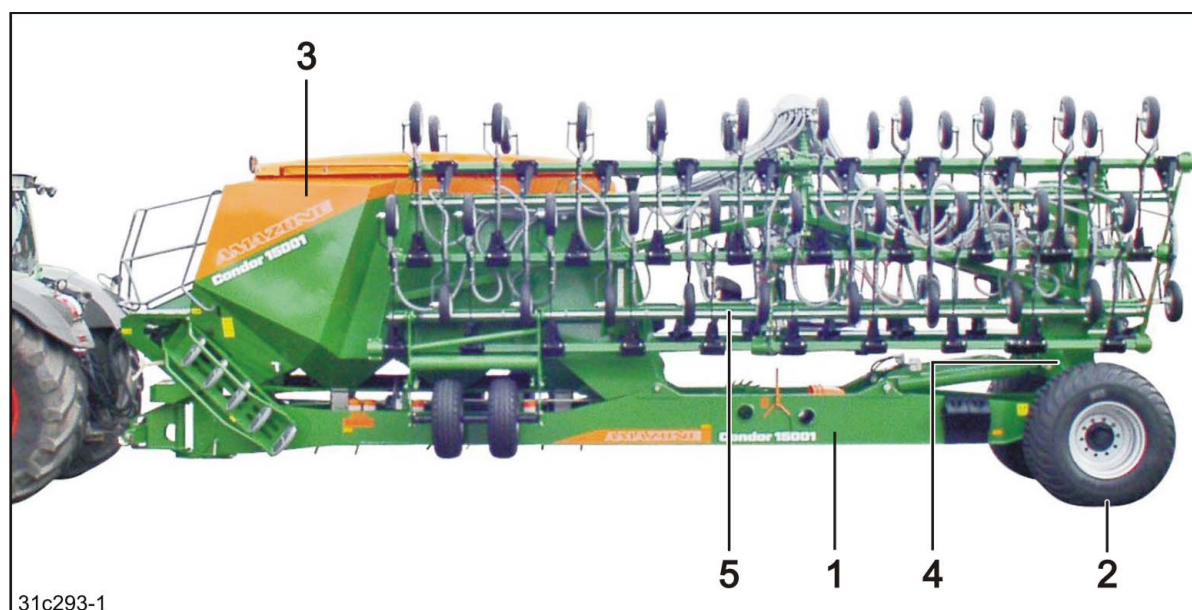

Рис. 44
- основную раму (Рис. 44/1) с ходовой частью (Рис. 44/2) и бункером (Рис. 44/3).
- складная задняя рама (Рис. 44/4)
- две консоли, складывающиеся для транспортировки (Рис. 44/5).